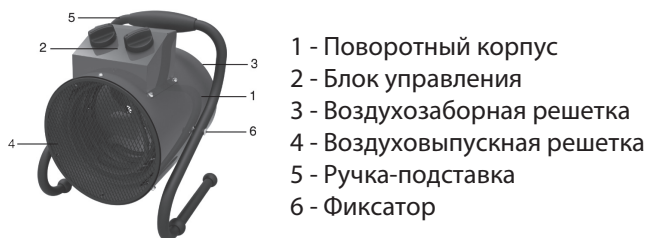

Рис. 1. Устройство прибора
Несущая конструкция тепловентилятора (см. рис.1) состоит из корпуса (1), изготовленного из листовой стали и имеющего цилиндрическую форму. В корпусе размещены вентилятор и трубчатые электронагревательные элементы. Снаружи корпуса расположен блок управления (2). Корпус, закрытый воздухозаборной (3) и воздуховыпускной (4) решетками, винтами устанавливается к ручке-подставке (5) и имеет возможность поворота в вертикальной плоскости. Угол поворота фиксируется винтами (6).